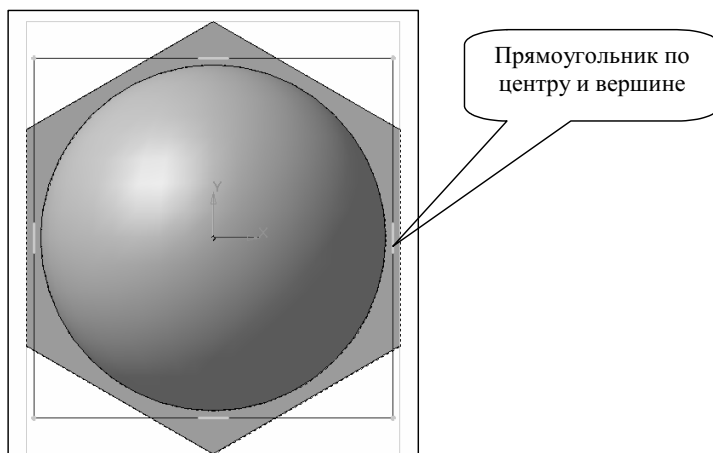

Рис. 37. Эскиз для построения плоскости сечения
3. Используя команду **Прямоугольник по центру и вершине** создадим прямоугольную область размером большим, чем диаметр сферы (рис. 37).